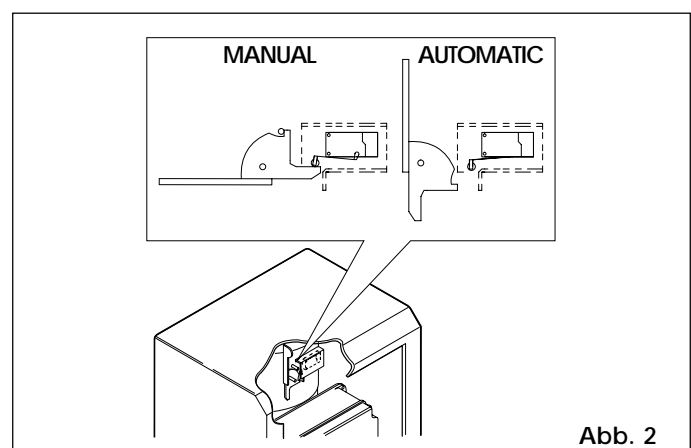

Abb. 2
- Die in der Abb.2 gezeichnete Entriegelungshebel betätigen.
- Die in der Abb.2 gezeichnete Hebel bis zum mechanischen Anschlag wieder einrasten.